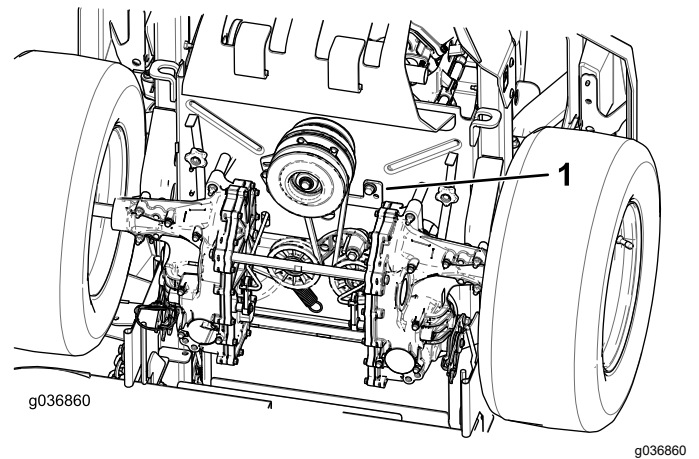

Figura 77
5. Retire el tope del embrague (Figura 77).
9. Instale el tope del embrague (Figura 77).